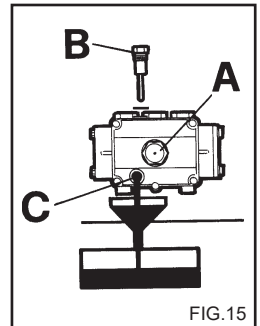

FIG.15
- 2) Skru proppen af ved hjælp af olie-pinden (fig. 15).